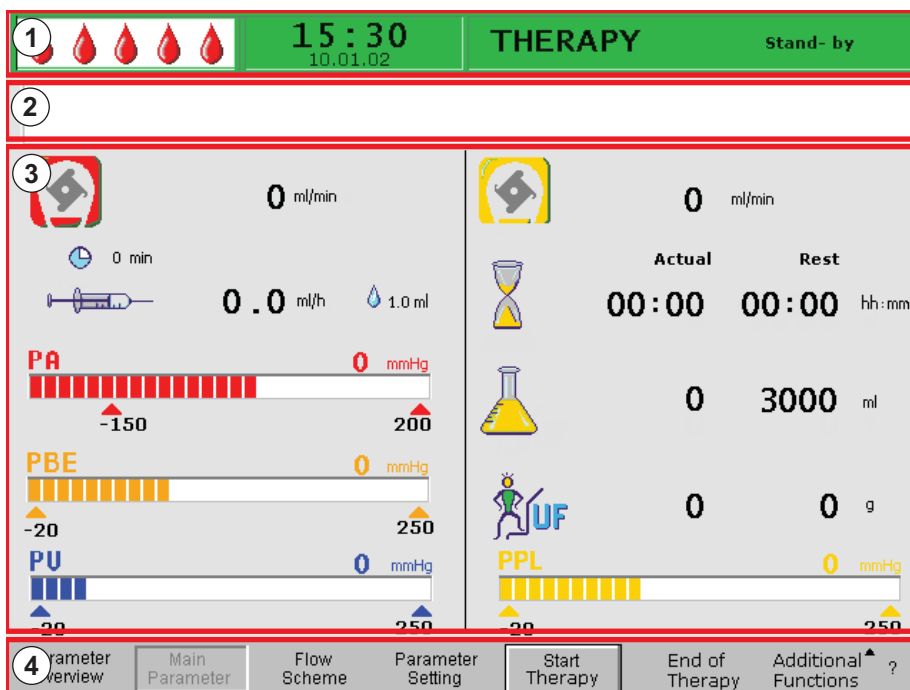

Рис. 3-10 Компоновка монитора
Строка состояния (Рис. 3-10, ①) указывает:
При подаче сигнала тревоги, изображение на экране автоматически переключается на *Flow Scheme* (схему потока). В строке тревоги/замечаний отображается соответствующее сообщение (Рис. 3-10, ②).